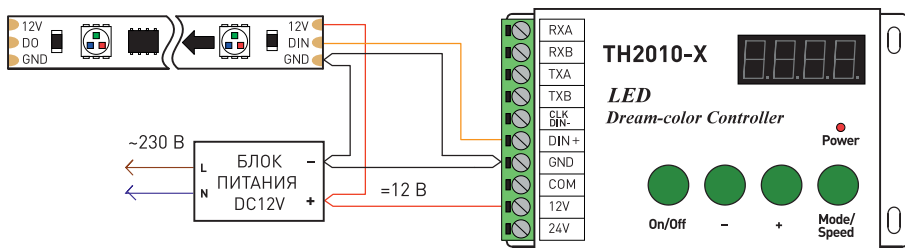
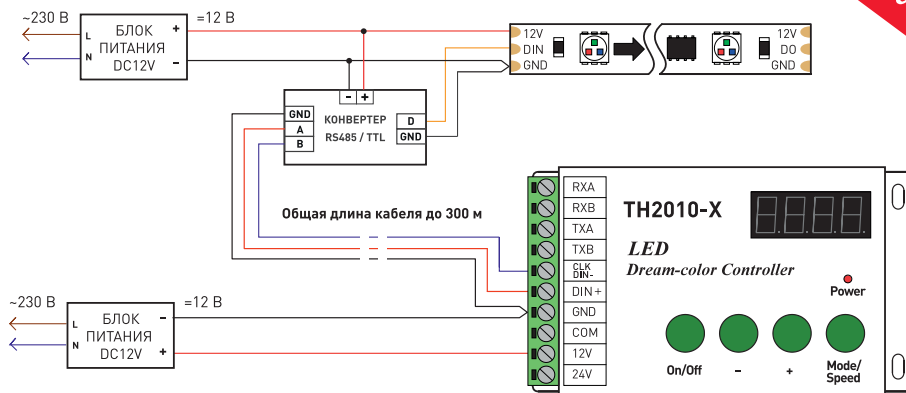

Рис. 2. Схема подключения контроллера с использованием общего источника питания для ленты и контроллера.
Рис. 4. Схема подключения при большой удаленности ленты от контроллера.
3.3. Выполните подключение по одной из нижеприведенных схем (Рис. 2 — Рис. 4)